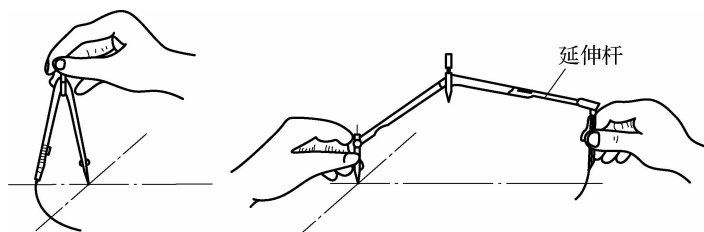

图 1-1-3 圆规的使用
- (1)圆规。使用圆规时，应尽可能使钢针和铅芯插腿垂直于纸面，画小圆时可用点（弹性）圆规；画大圆时，可用延伸杆来扩大其半径，如图 1-1-3 所示。